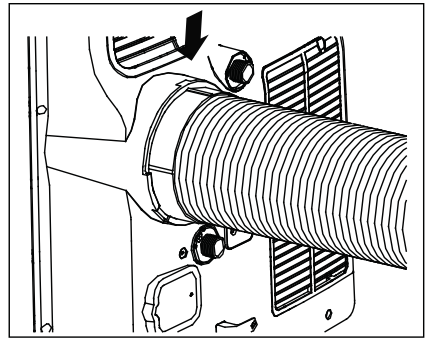

Fig. 8
5. Skyv komponentgruppen inn på enheten (Fig. 8).